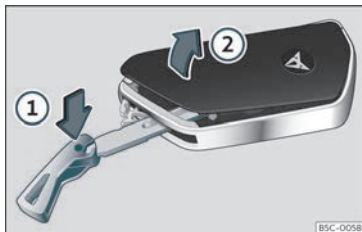

Fig. 72 Chave do veículo: abrir a tampa do compartimento da pilha.
- Introduza o palhetão na ranhura»» Fig. 72, pressione no sentido da seta ① e solte a tampa fazendo alavanca ②.